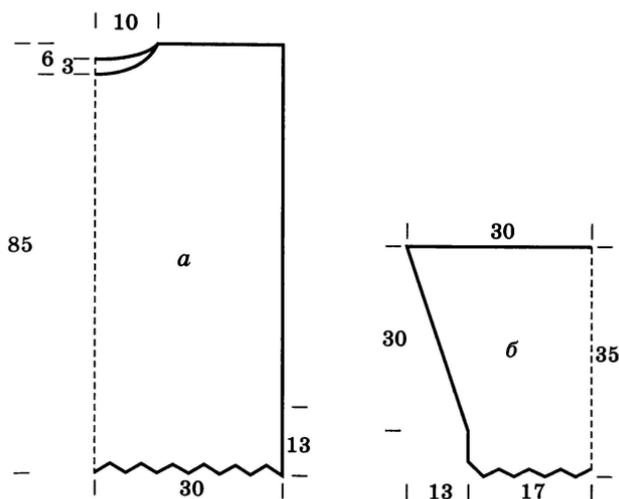

Рис. 92. Выкройки меланжевого пуловера: а – 1/2 переда и 1/2 спинки; б – 1/2 рукава
**Примерный расчет** (рис. 92):